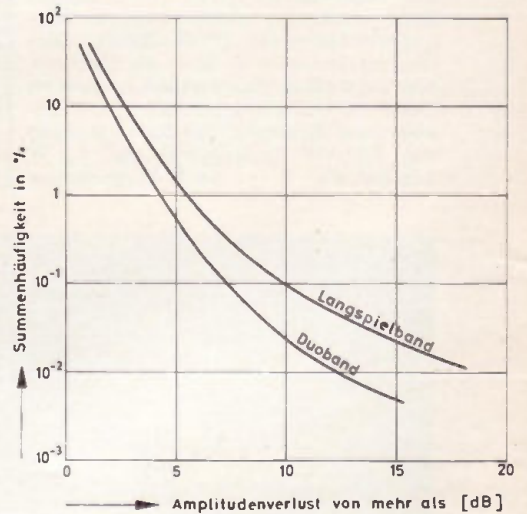

Bild 2 Summenhäufigkeit des Amplitudenverlustes bei Aussetzern für 42 µm Wellenlänge und Viertelspur; nach [3]
Der rauhe Betrieb bewirkt bekanntlich eine Zunahme der Aussetzer, doch sind die Untersuchungen zur Erforschung und Reduzierung von Aussetzern noch in vollem Fluß. Wir werden hierüber zu gegebener Zeit berichten und wollen hier nur des allgemeinen Interesses halber auf einige Ergebnisse aus deutschen und amerikanischen Messungen hinweisen. Aus Bild 2 kann man beispielsweise die erheblichen Unterschiede (3) ersehen, die zwischen Doppel- und Langspielband bestehen; unter den für Bild 2 gültigen Meßbedingungen haben beispielsweise